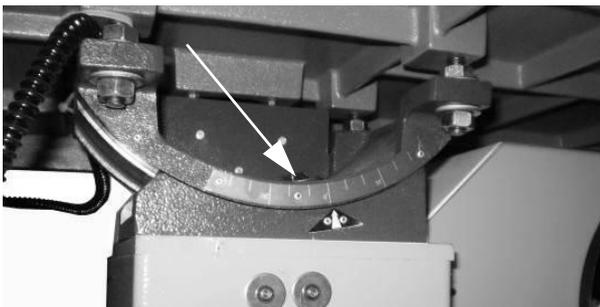

Abb. 5: Montage der Arbeitsfläche
Am Fuß der Maschine befinden sich vier Gewindebohrungen, die zur Ausrichtung der Maschine dienen. Die entsprechenden Schrauben sind der Maschine beigelegt. Außerdem befinden sich dort vier Löcher zur Befestigung der Maschine am Boden Abbildung 5.
Schritt 2: Die Halterung dem Gestell entsprechend befestigen, wie in Abbildung 5 gezeigt, und die Bolzenschrauben, angezeigt durch den Pfeil, festschrauben.
Die Bolzenschrauben, siehe Abbildung 5, ist die einzige Verbindungskomponente zwischen Arbeitsplatte und Gestell der Maschine.